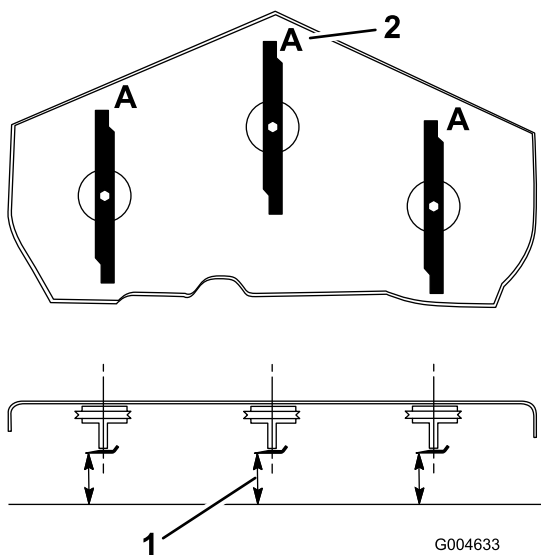

Figure 70
3. Tournez les lames dans le sens longitudinal (Figure 70).
Remarque: Mesurez la distance entre la surface plane et le tranchant (position A) des lames (Figure 70). Notez cette valeur.